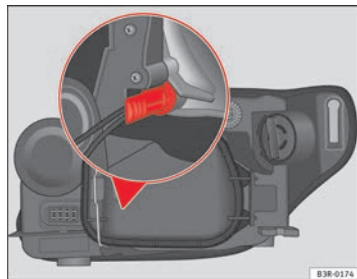

Fig. 213 Luz de posición. Empuñadura del portalámparas en posición vertical
- Introduzca la lámpara en el zócalo, de forma que la empuñadura del portalámparas quede con la pared en posición vertical ⇒ fig. 213 y presione sobre él.